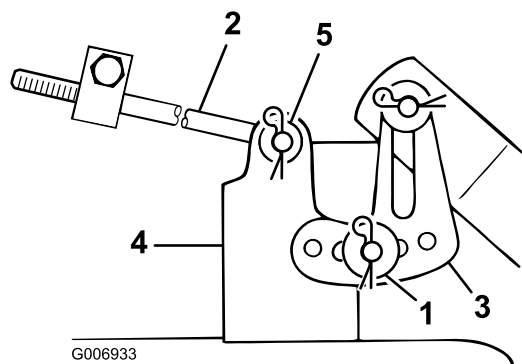

Figure 44
- Glissez l'extrémité de la longue tige dans le trou du support du plateau (Figure 44).
- et fixez-la en place au moyen de la rondelle mince et de la goupille fendue (Figure 44).
- Montez la patte fendue de mise à niveau du plateau de coupe sur l'axe du support du plateau de coupe (Figure 44).
- Fixez le plateau de coupe au moyen de la rondelle épaisse et de la goupille fendue (Figure 44).